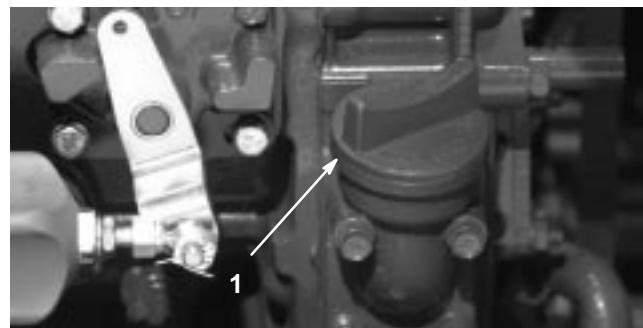

Bild 5
4. Entfernen Sie, wenn der Ölstand die „Voll“-Marke nicht erreicht, den Fülldeckel (Bild 5) und gießen genug Öl ein, um den Ölstand bis zur „Voll“-Marke anzuheben. Nicht überfüllen.